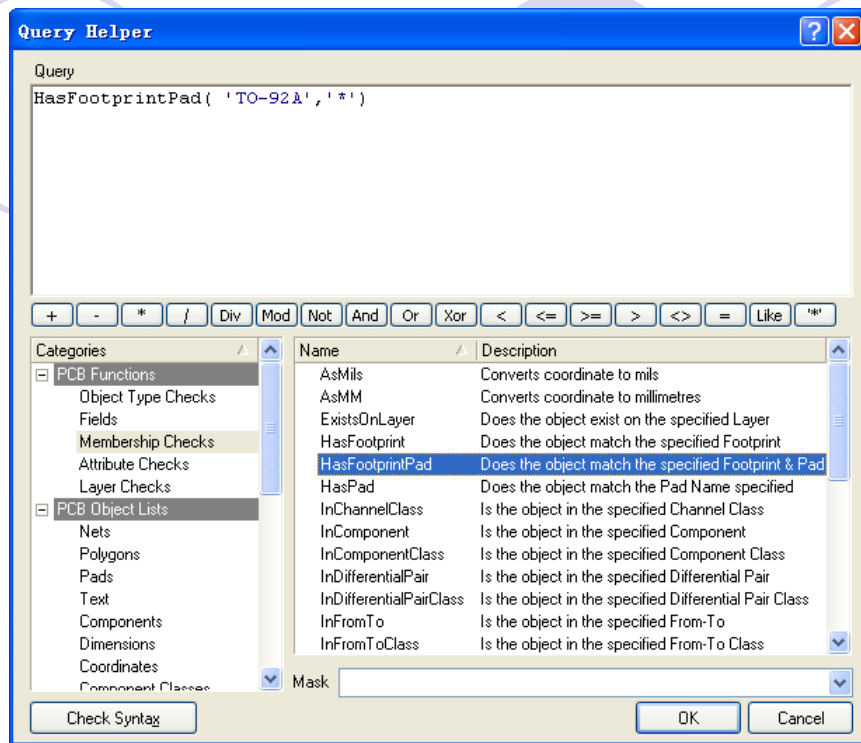

图3-37 Query Helper的对话框
- 4. 由于该规则是一个二元规则（既有2个对象：导线、焊盘）。选择第一个对象（where The First Object Matches），单击Advanced (Query)选项，然后单击Query Helper按钮(如图3-35所示)，弹出Query Helper的对话框(如图3-37所示)，在Categories栏选择Membership Checks,然后在Name栏双击HasFootprintPad，“HasFootprintPad(,)”就出现在query栏，在“(,)”内输入三极管封装的名字：TO-92A并在逗号后输入：‘*’，如图3-37所示，设置好后，单击OK关闭对话框；或在图3-35的Full Query栏直接键入：HasFootprintPad(‘TO-92A’,‘*’)。“*”表示名为TO-92A的“任何焊盘”。